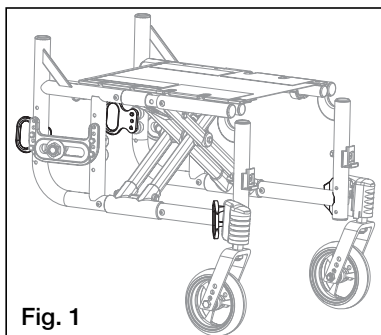

Fig. 1
- Adjunte sujetadores para sillas de ruedas a los cuatro puntos de sujeción (dos frontales, dos traseros) en la silla de ruedas Catalyst o Spark con la Opción de Tránsito (Fig. 1), de acuerdo con las instrucciones de la silla de ruedas de sujeción del fabricante y **RESNA WC-4:2012, Sección 18 o ISO 10542-1:2012 - Parte 1**.